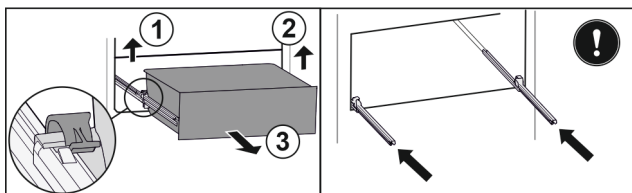

Fig. 80
- ▶ Lyft vänster klämma och dra samtidigt utdragslåda till vänster framåt. Fig. 80 (1)
- ▶ Lyft höger klämma och dra samtidigt utdragslåda till höger framåt. Fig. 80 (2)
- ▶ Ta ut utdragslåda genom att dra den framåt. Fig. 80 (3)